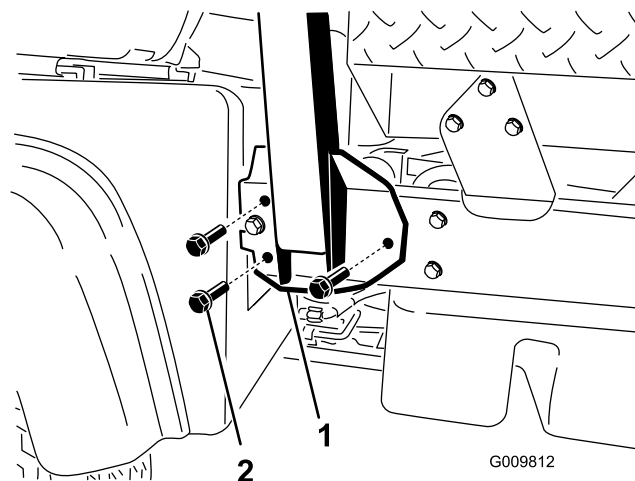

Figura 4
2. Alinhe cada lado do ROPS com os orifícios que se encontram em cada um dos lados do chassi da máquina como se mostra na Figura 4.